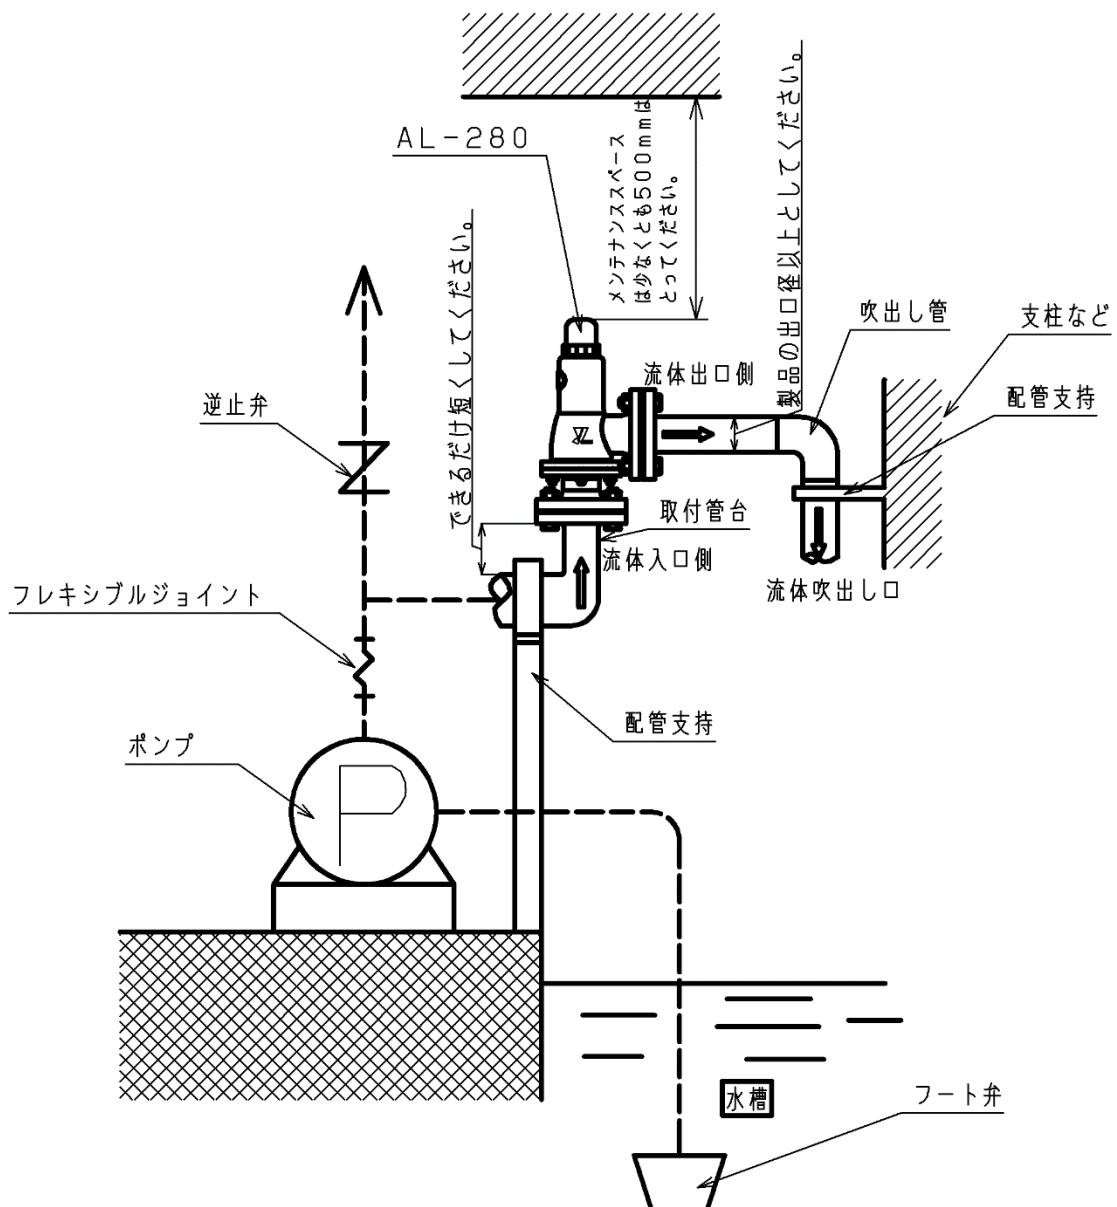

図6.配管図例
6.設置要領(3.構造,図6.を参照)
6.1. リリーフ弁の取付管台 (図6.を参照)
- (1) 取付管台は、直結された吹出し管の吹出し口の中心線に沿って吹出し方向と反対方向に反動力を受けるので、十分な強度を持たせてください。
- (2) 吹出し管には支えを取り付け、リリーフ弁に無理な荷重がかからないようにしてください。
- (3) リリーフ弁の取付け位置は保守、点検のできる位置に取付けてください。
6.2. リリーフ弁の吹出し管 (図6.を参照)